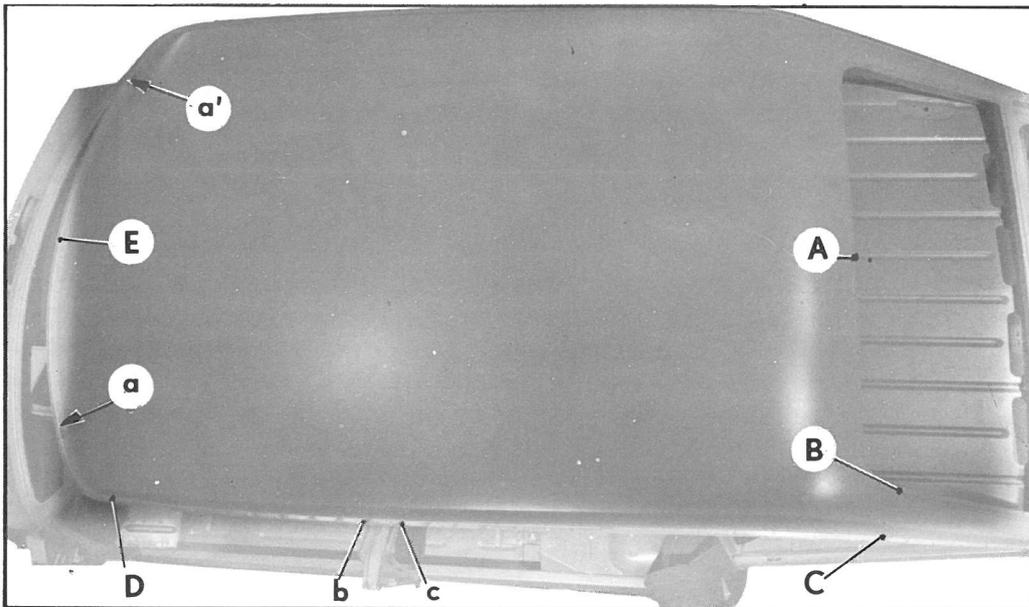

Fig. 2
- en f* (fig. 2)
en a et a' (fig. 2)
en AB (fig. 2)
en BC (fig. 2)
en CD (fig. 2)
en DE (fig. 2)